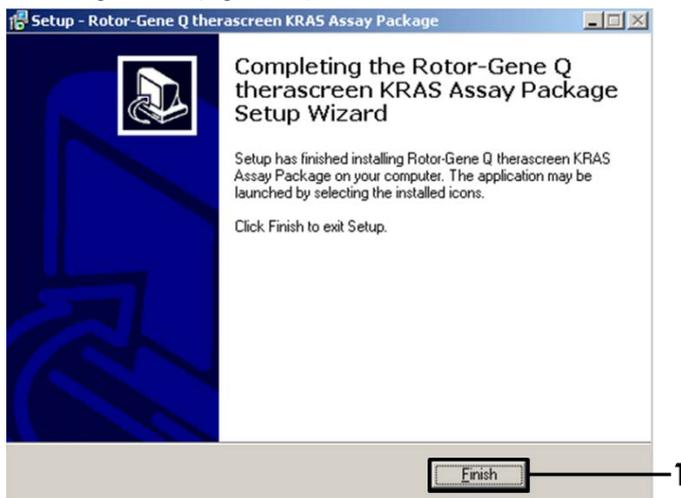

Figura 41. Conclusão do assistente.
6. Na janela Setup (Configuração) final, clique em Finish (Concluir) para sair do assistente de configuração. (Figura 41).